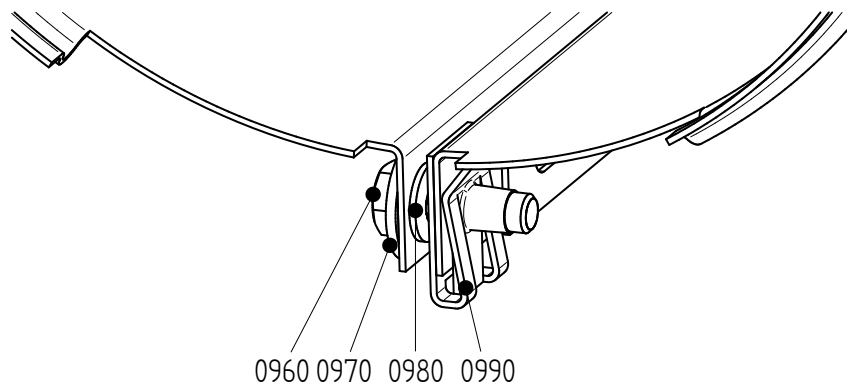

Рисунок 12: Установка кожуха
- 1 Ослабьте затяжку болтов (0960). См. Рисунок 12.
- 3 Закройте кожух и установите болт (0960). См. Рисунок 12.
- 5 Закройте кожух и установите болт (0960). См. Рисунок 12.